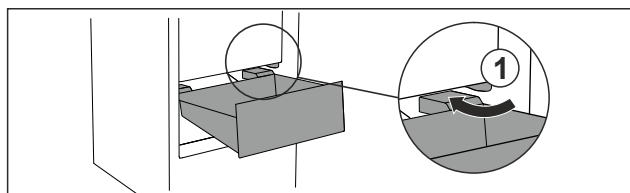

Fig. 102
- Lade schuin rond de stoppers Fig. 102 (1) leiden.